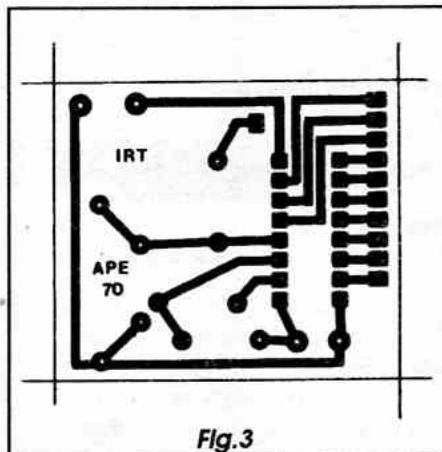

Fig.3
- FIG. 3 - LAY OUT DO CIRCUITO IMPRESSO ESPECÍFICO - A plaquinha tem um padrão cobreado muito simples, mostrado em tamanho natural na figura... Embora até possa ser realizada a traçagem (após a cópia, com carbono...) com caneta, mesmo do tipo descartável, o nosso conselho é para que se use os decalques apropriados, principalmente devido à presença do integrado, com suas *ilhazinhas* pequenas e próximas umas das outras... No mais, o *lay out* é muito simples, difícil de levar a um erro ou confusão (basta atenção e cuidado...). Ainda na realização e na utilização final do impresso, o caro leitor/aluno terá informações complementares importantes no encarte permanente, INSTRUÇÕES GERAIS PARA AS MONTAGENS, que deve ser consultado pelos principiantes, ou por qualquer um que ainda tenha dúvidas a respeito... Em qualquer caso, o mais importante é conferir tudo muito bem, ao final da confecção, corrigindo eventuais defeitos encontrados no padrão cobreado, *antes* de iniciar a inserção e soldagem dos terminais dos componentes...